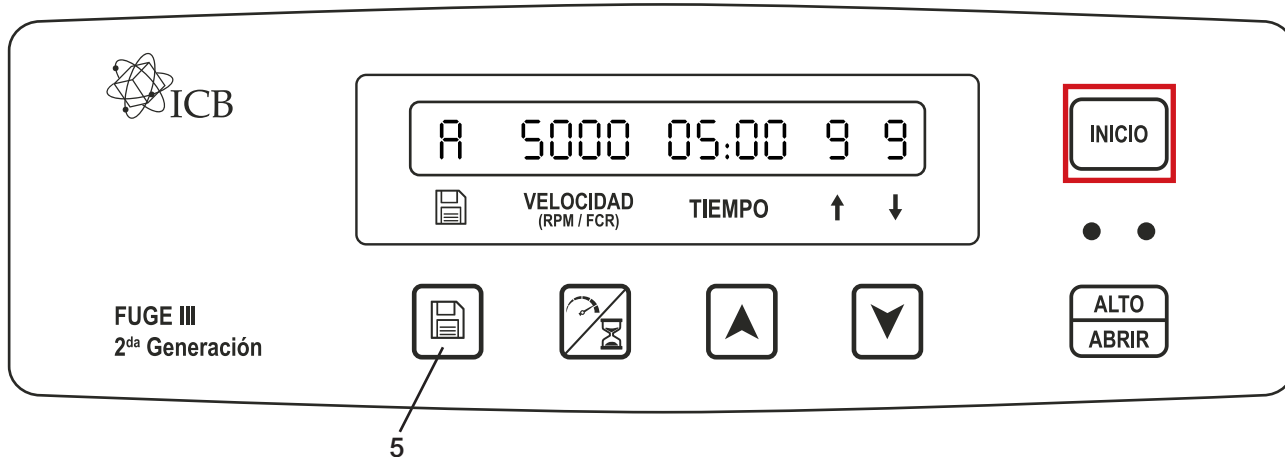

Figura 12. Indicación del botón de INICIO para recuperar programas
4. Para recuperar o acceder al programa, presione el botón 5. Cuando el número de programa aparezca, por ejemplo, el "A", podrá acceder a este programa. Pulse la tecla de **INICIO** para ejecutar el programa (Figura 12).